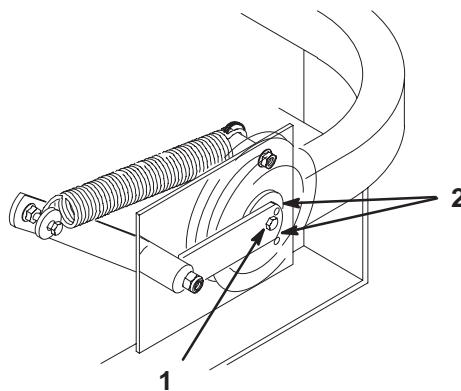

Figure 69
- Vérifiez la tension de la courroie. Le boulon central de la poulie de tension rappelée par ressort doit se trouver entre les deux trous d'alignement de la plaque de support gauche (Fig. 69).
- Vérifiez de nouveau la tension de la courroie. Le boulon central de la poulie de tension rappelée par ressort doit se trouver entre les deux trous d'alignement de la plaque de support gauche (Fig. 69). Réglez au besoin et serrez toute la visserie solidement.